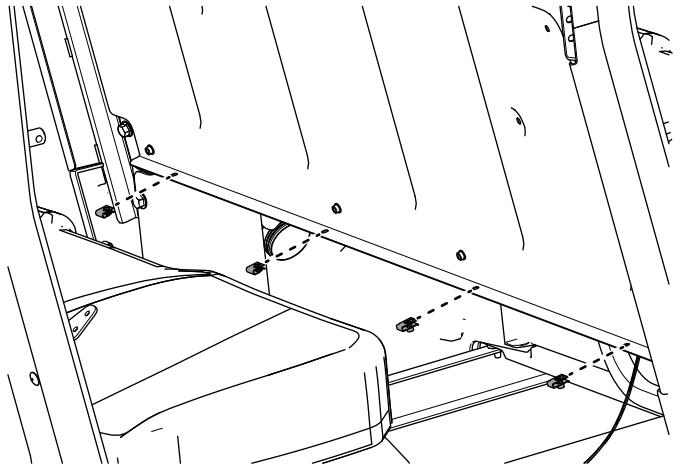

Figure 55
22. Installez les 4 clips ($\frac{1}{4}$ po) sur le panneau de siège central (Figure 55).